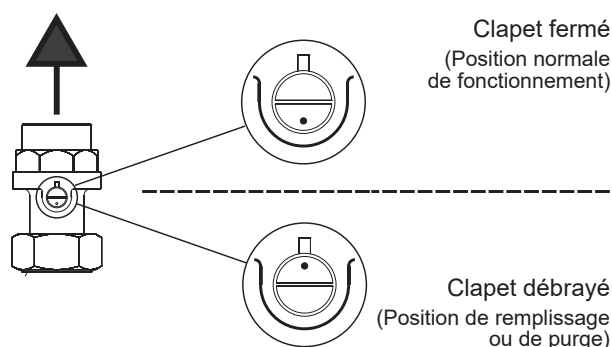

fig. 28 - Clapet antiretour
- Débrayer les clapets antiretour (*fig. 28*).